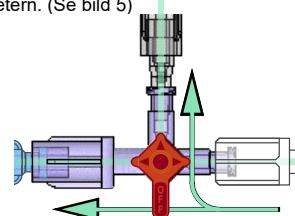

Bild 5 – Injektion av kontrastvätska (besparing PÅ)
- a. Spara kontrastvätska under en injektion av kontrastvätska genom att vrida DyeVert Power XT-kranen så att den är PÅ för både *kranen för ventilval* och kataterna. (Se bild 5)